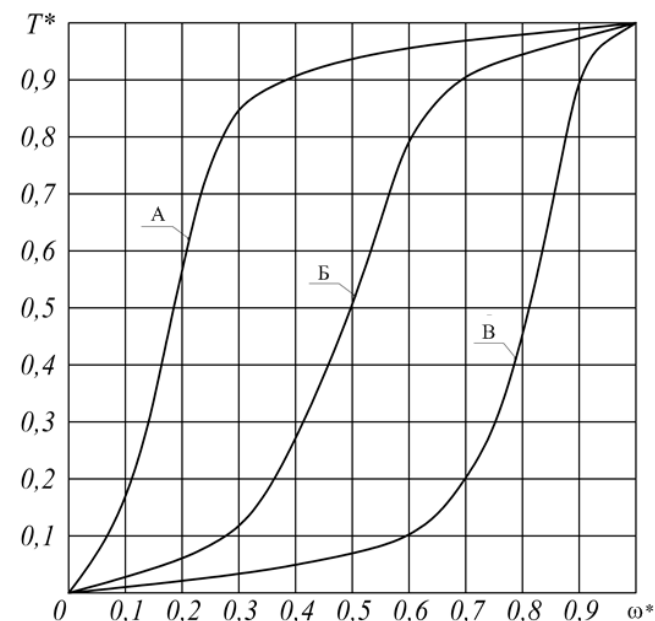

Рис. 13.1. Распределение времени работы рабочей машины в интервале регулирования скорости вращения:
• **к пункту 3 плана занятия.** Если по технологии работы рабочей машины затруднительно установить продолжительность работы регулируемого электропривода на каждой ступени скорости, то обращаются к вероятным законам изменения скорости вращения в диапазоне регулирования [5], графические зависимости которых представлены на рис. 13.1 в относительных единицах.
Пользуясь рис. 13.1 и кривой Б, определить время работы T_i^* на каждой из 7 ранее определенных скоростей вращения, записанных в табл. 13.3 (в относительных единицах). Время работы T_i^* записать по форме табл. 13.3.
При этой угловой скорости $T_n^* = 1$ (рис. 13.1), значит, $T_n = T_{уд} \cdot 1$.
Для угловой скорости $\omega_1^* = 0,9$ (табл. 13.3) $T_1^* = 0,97$ (рис. 13.1).